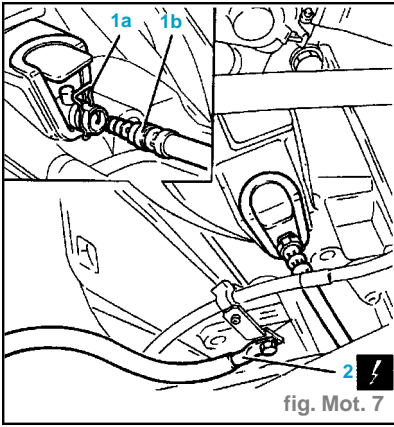

fig. Mot. 7
- Soulever le ressort de fixation (1a) et déconnecter la jonction (1b) de la tuyauterie de raccord à l'actuateur hydraulique de l'embayage (fig. Mot. 7).
- Déconnecter le câble de masse de la batterie (2).